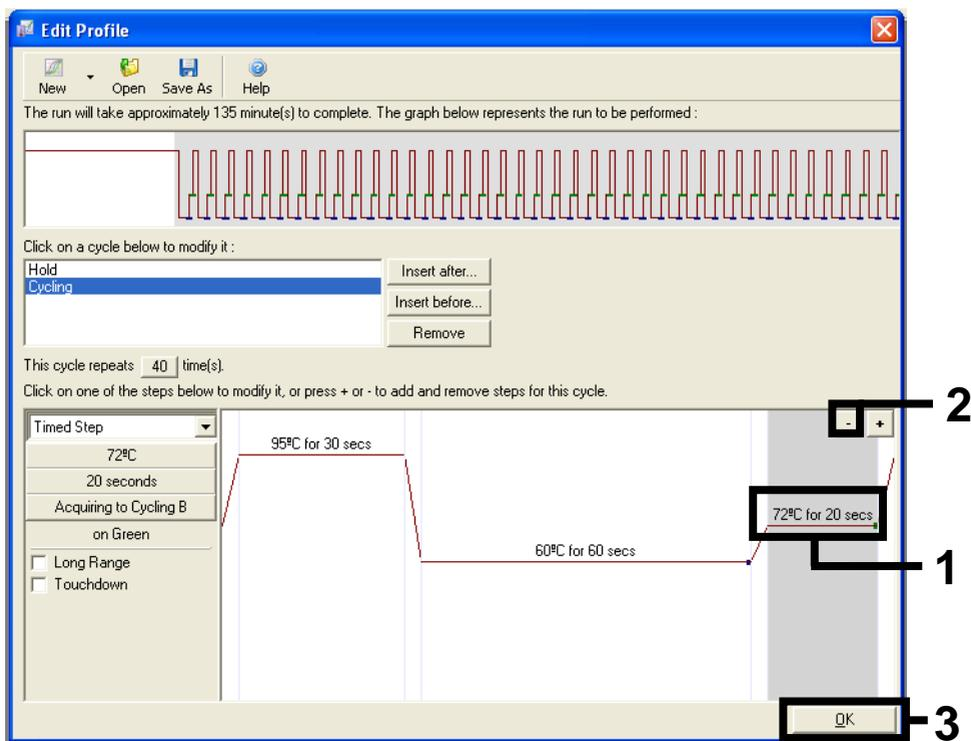

Figura 29. Remoção da etapa de extensão.
11. Realce a terceira etapa e clique em – para excluir. Clique em OK (Figura 29).